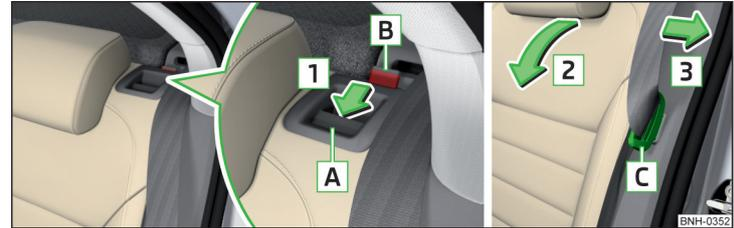

Abb. 58 Sitzlehne vorklappen / Sicherheitsgurt zur Seitenverkleidung ziehen und die Bereitschaftsstellung des Sicherheitsgurts
- › Die Schloszlunge **C** des Sicherheitsgurts in die Öffnung in der Seitenverkleidung stecken - Bereitschaftsstellung » Abb. 58.
- › Die Schloszlungen **C** der äußeren Sicherheitsgurte in die Öffnungen in der Seitenverkleidung stecken - Bereitschaftsstellung » Abb. 58.
- › Den hinteren äußeren Sicherheitsgurt zur Seitenverkleidung in Pfeilrichtung **3** ziehen » Abb. 58.
- Die Schlosszungen **C** der äußeren Sicherheitsgurte in die Öffnungen in der Seitenverkleidung stecken - Bereitschaftsstellung » **Abb. 58.**